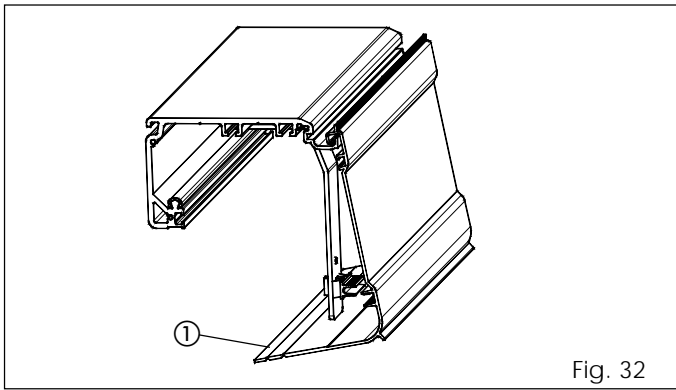

Fig. 32
- De kap wordt geblokkeerd ter hoogte van de beugels door middel van de haken (fig. 32).
- Breek het overtollige kapprofiel aan de onderkant af met een tang (fig. 32 ref. ①).